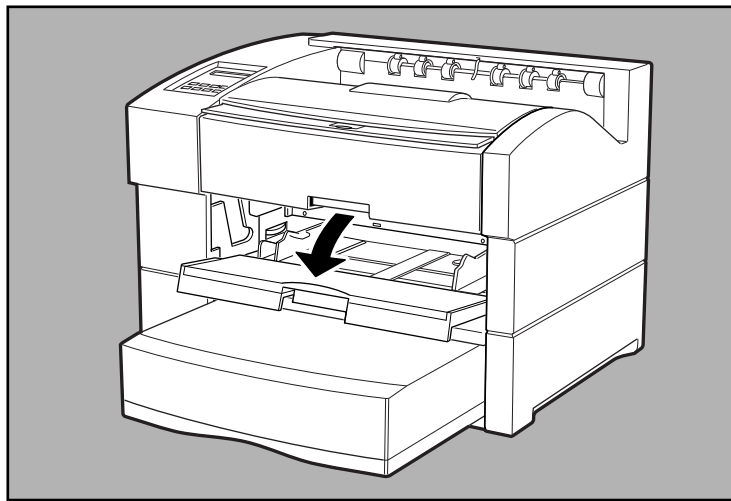

Fig. 2.22 Aprire l'alimentatore multifunzione
1. Aprire l'alimentatore multifunzione afferrandolo dalla maniglia centrale del coperchio e tirandolo verso il basso (fig. 2.22).